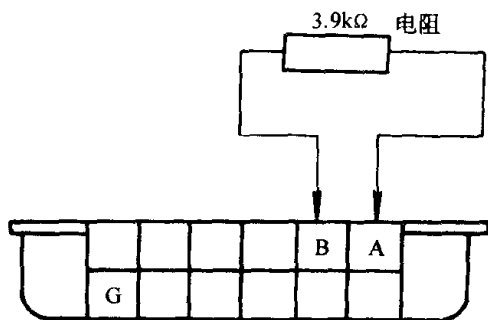

图 1-3 在 A、B 接头跨接 3.9kΩ 电阻
(1) 跨接 3.9k $\Omega$  电阻: 在诊断接头上, 若在 A、B 脚跨接一个 3.9k $\Omega$  的电阻 (图 1-3), 电脑会读取备用数据程式, 采用 CALPAC (备用数据记忆体) 记忆体的数据, 以取代 PROM 或 ECM 电脑程式数据。